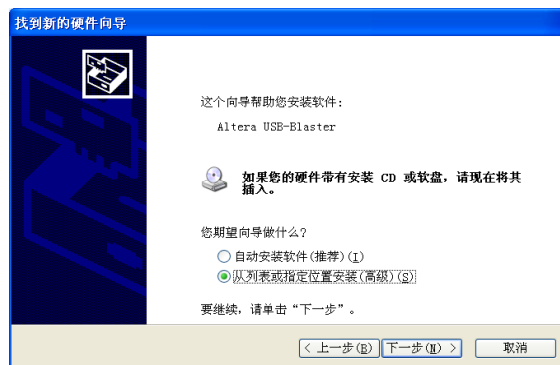

图 6 找到硬件向导
- b) 在新对话框（图 6）中选择“从列表或指定位置安装（高级）”，点击“下一步”；